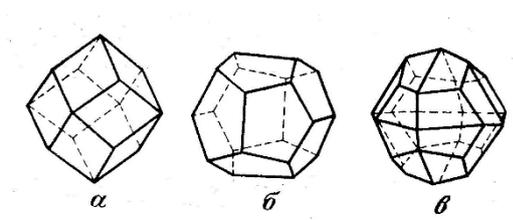

Рисунок 4 - Простые формы, выводящиеся из додекаэдра: а – ромбододекаэдр, б – пентагон-додекаэдр; в – дидодекаэдр
**Додекаэдр** - двенадцатигранник (рисунок 4). Ромбододекаэдр представляет собой простую форму, состоящую из 12 граней в виде ромбов. Пентагон-додекаэдр состоит из 12 граней в виде неправильных пятиугольников. Дидодекаэдр «удвоенный додекаэдр», имеющий двадцать четыре грани в виде трапеций.